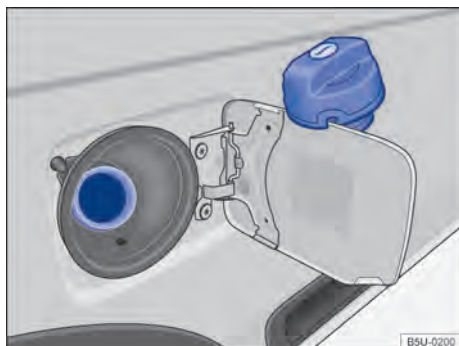

Fig. 148 Portinhola do tanque de combustível aberta com a tampa do tanque de combustível pendurada.
- Girar a tampa do tanque no sentido anti-horário e pendurá-la em cima da portinhola do tanque de combustível → Fig. 148.